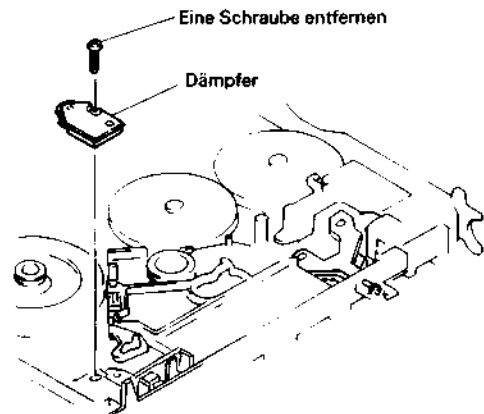

Abb. 2.102 Ausbau des Dämpfers
Ausbau des Dämpfers (Abb. 2.102)
2. Eine (1) Befestigungsschraube des Dämpfers lösen (siehe Abb. 2.102).
6. Den Dämpfer ausbauen (siehe Abb. 2.102).